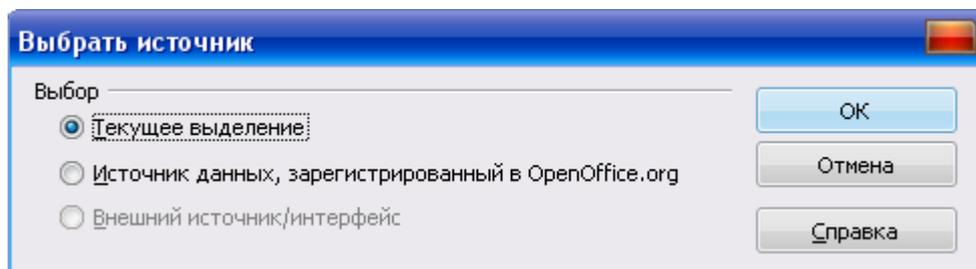
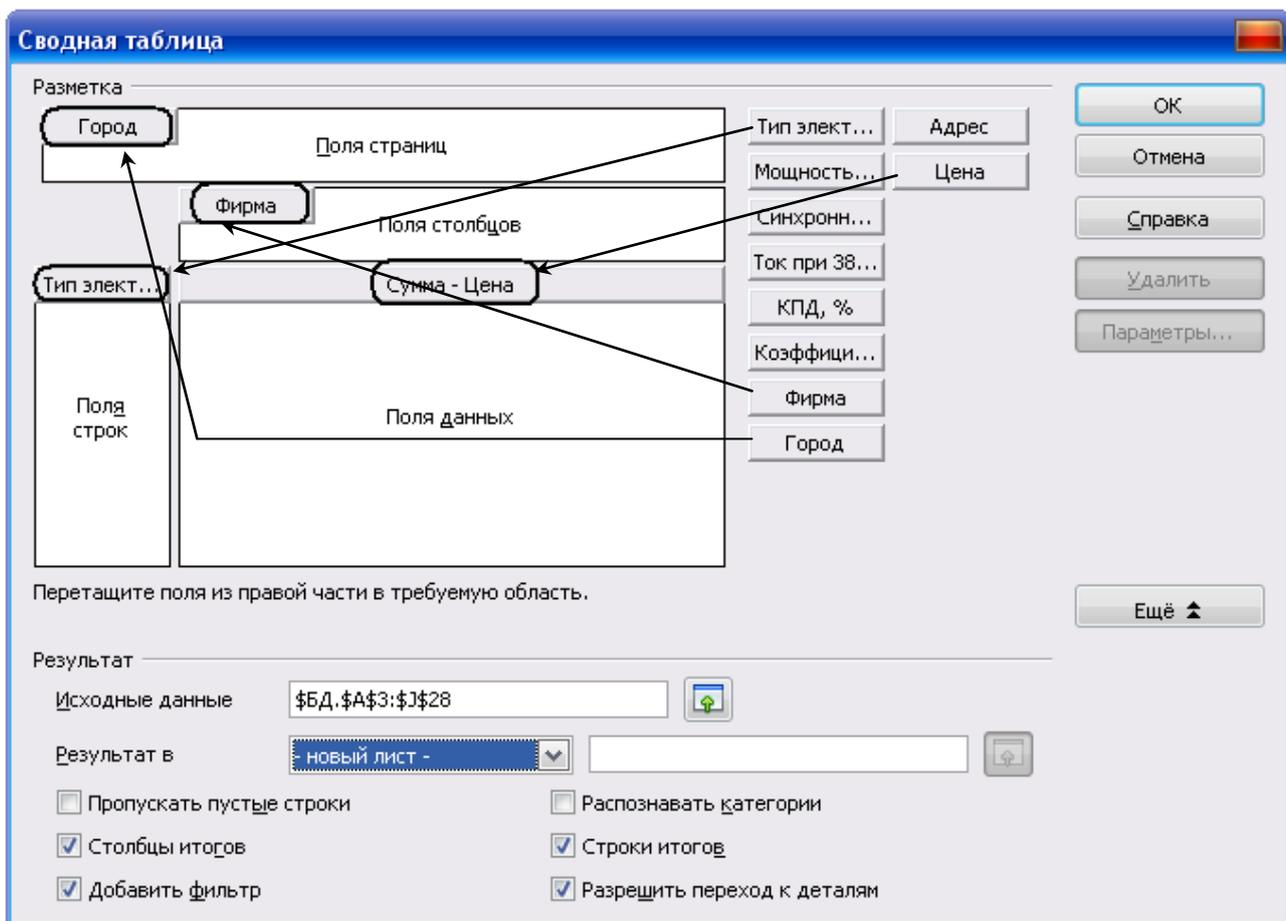

Рис. 7.18. Выбор источника данных
Рис. 7.19. Диалоговое окно с макетом сводной таблицы
2. Выбрать источник данных для сводной таблицы – это может быть список базы данных (текущее выделение), источник данных, зарегистрированный в OpenOffice.org, внешний источник/интерфейс. В рассматриваемом примере анализируемые данные хранятся в базе данных рабочего листа, поэтому в диалоговом окне на рис. 7.18 оставляем установленный по умолчанию переключатель **Текущее выделение**. Выполнив щелчок по кнопке **Ок**, откроется следующее диалоговое окно (рис. 7.19).